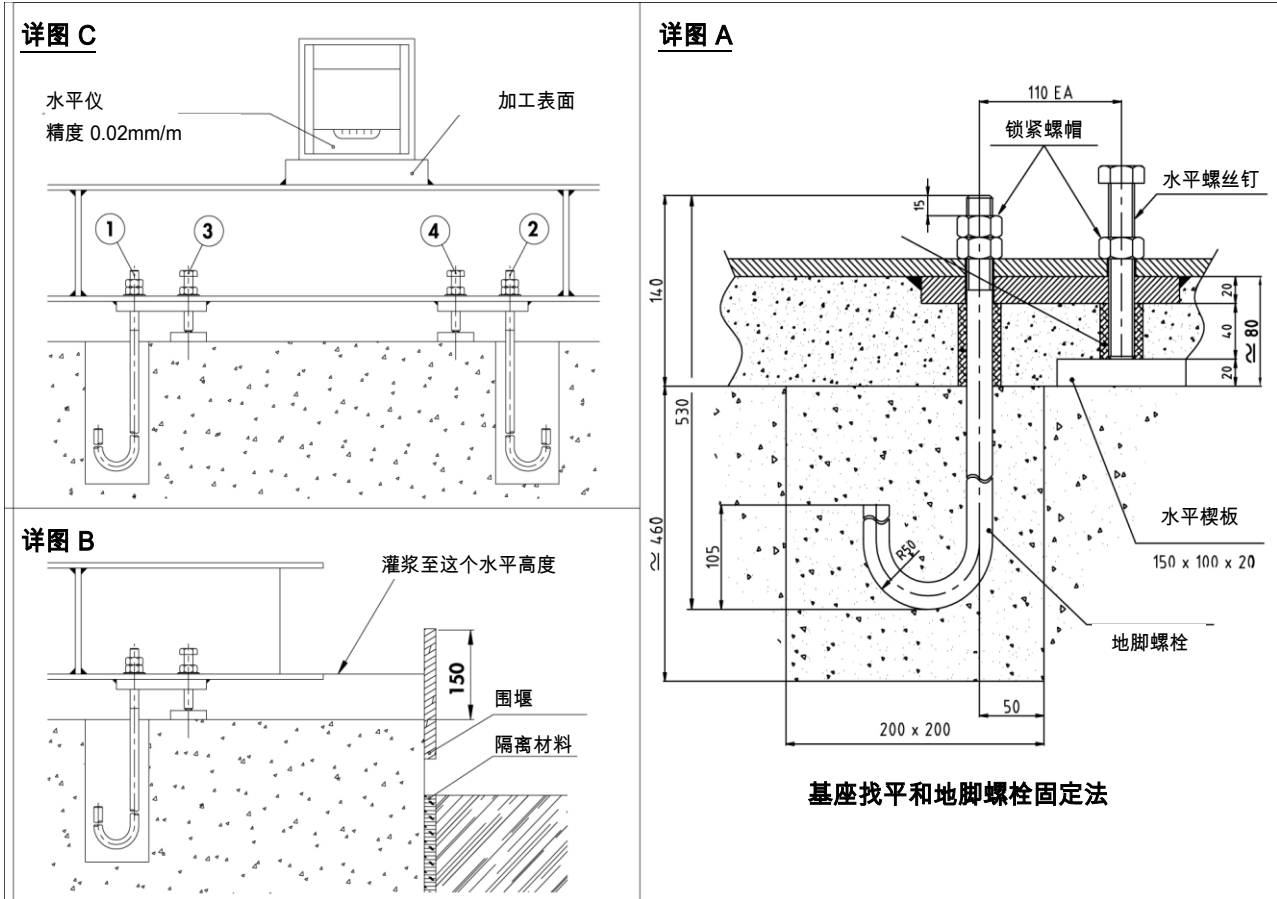

图3.4
- 把机座提高到基础上方约1米处，安装校平螺栓和地脚螺栓，如图3.4的详图A示。检查图上所示15 mm和50mm伸出量。
- 用0.02mm/m精度的水平仪在机座上表面横向和纵向检查机座是否安装水平。测量结果应精确到0.02 mm/m。按照图3.4详图B所示调整和校平螺栓/地脚螺栓。
- 清扫方形基础表面，准备水泥灌浆。准备一个图3.4 C所示的围栏。如果在室外，还需要按照机座形状设置排水管。
- 在机座下倒进水泥浆至图3.4详图C所示的水平面。请勿使用机械震动装置，以免破坏所达到的水平状态，而应使用棍棒将水泥浆捣实。